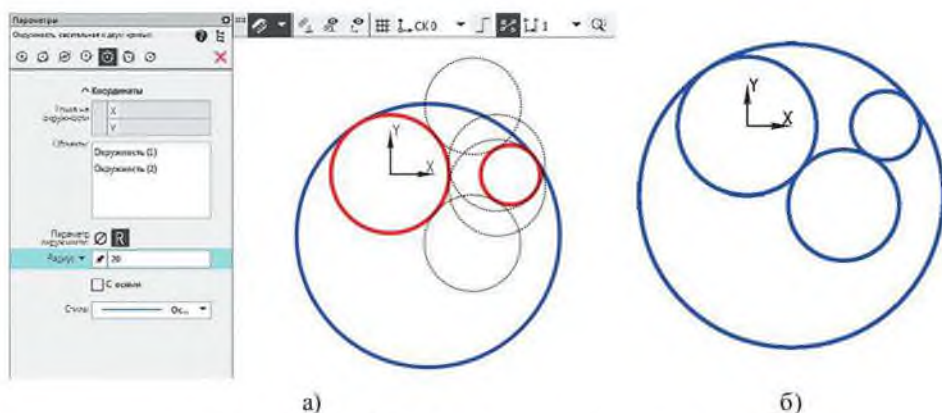

Рисунок 4.12 Выбор фантомов при опции *Окружность, касательная к двум кривым*
5) Удерживая ЛК мыши команду *Окружность*, в *Панели расширенных команд* выбрать *Окружность, касательная к двум кривым*. В *Панели свойств* в ячейке *Радиус* ввести значение 20 (мм). На запрос системы: «Укажите первую кривую для построения касательной окружности» – кликнуть ЛК мыши на первой окружности. На запрос системы: «Укажите вторую кривую для построения касательной окружности» – кликнуть ЛК мыши на второй окружности. Система предложит для выбора все возможные варианты касательных (рисунок 4.12 а), нужно выбрать требуемый. Результат выбора касательных изображен на рисунке 4.12 б.